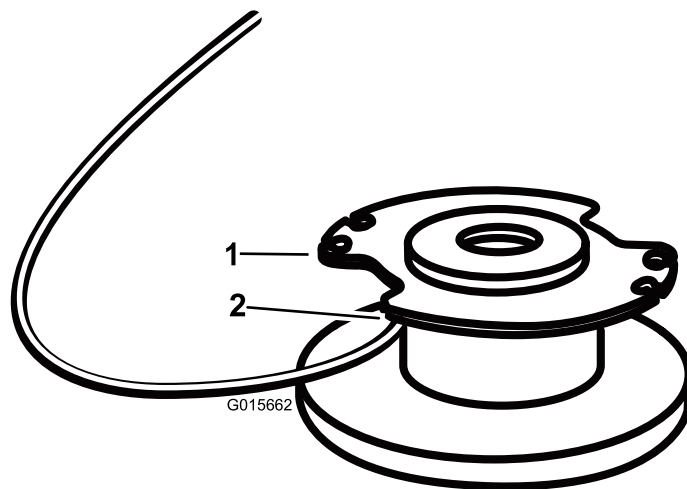

Figure 11
2. Retirez la bobine. Voir Remplacement de la bobine (Figure 11).
4. Insérez le fil dans le trou d'ancrage en haut de la bobine (Figure 11). Enroulez le fil sur la bobine dans la direction indiquée par les flèches sur la bobine.